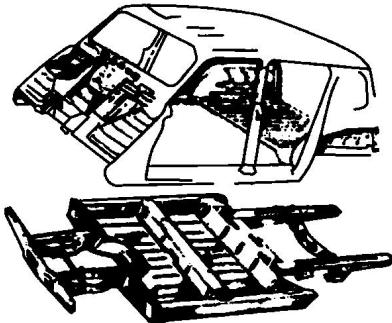

图 1-8 非承载式车身
1) 非承载式车身。非承载式车身（图 1-8）用弹性元件与车架相连，安装在车架上的车身对车架的加固作用不大。车身仅承载本身的重力、它所装载的人和货物的重力，及其在汽车行驶时所引起的惯性力和空气阻力。而车架则承受发动机及底盘各部件的重力、这些部件工作时通过其支架传递的力，以及汽车行驶时由路面通过